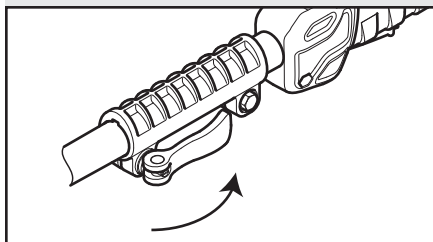

Fig. 2
3. Une fois que le tube de l'accessoire est inséré à fond dans le raccord de verrouillage, poussez sur le levier pour le refermer sur le raccord et verrouiller l'assemblage (Fig. 2).